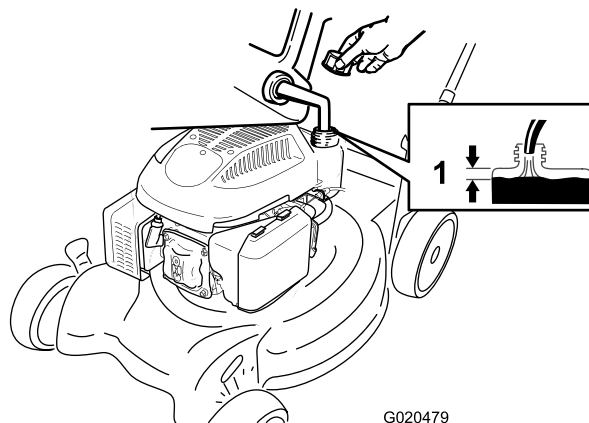

Рисунок 10
1. Очистите область вокруг крышки топливного бака и снимите ее (Рисунок 10).